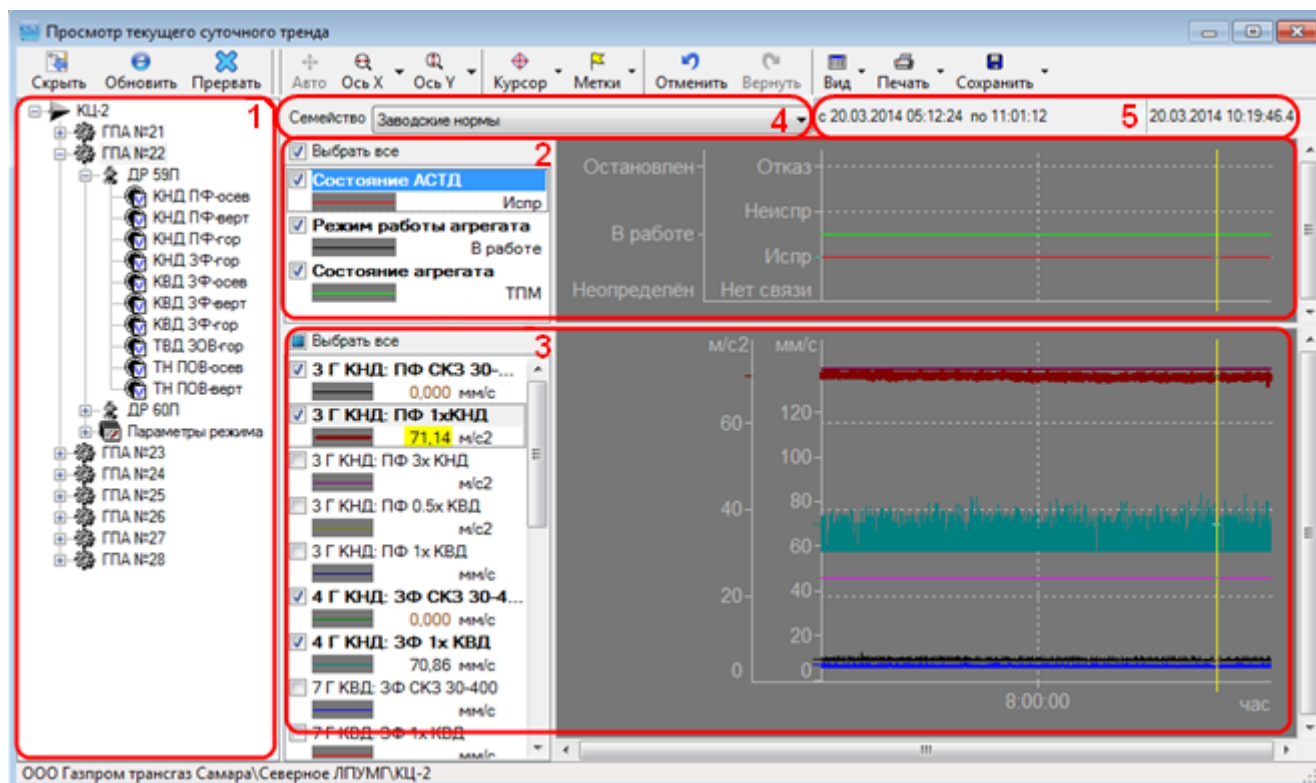

Рис. 30. Окно просмотра текущих суточных трендов
- Иерархическая структура предприятия (**Рис. 30. Окно просмотра текущих суточных трендов [1]**).
- Область отображения «быстрых» трендов (**Рис. 30. Окно просмотра текущих суточных трендов [2]**).
- Область отображения «дискретных трендов» (Рис. 30. Окно просмотра текущих суточных трендов [3]).
На уровне агрегат графики трендов отображаются для семейства параметров. По умолчанию выводятся тренды для семейства «Заводские нормы» (Рис. 30. Окно просмотра текущих суточных трендов [4]). Для выбора другого семейства выберите его из выпадающего списка, расположенного над рабочей областью. На уровне точки, если она многоканальная, то список параметров отображается на закладках по каждому каналу точки. Для режимной точки отображается всегда одна закладка.
В правом верхнем углу окна в статусной строке указывается период времени, за которое выводится график трендов, а также значение времени точки активного графика, которая выделена курсором (Рис. 30. Окно просмотра текущих суточных трендов [5]).